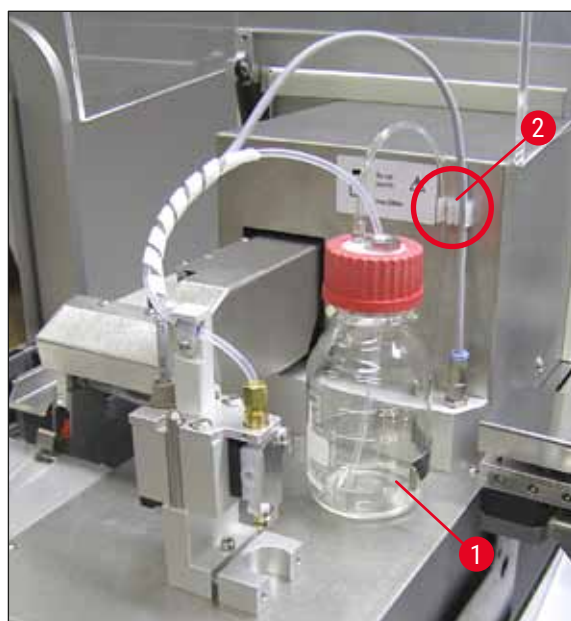

Fig. 12
6. Skru dekselet (→ Fig. 10-5) på dekkvæskeflasken (→ Fig. 12-1) og plasser dekkvæskeflasken i holderen (→ Fig. 12).